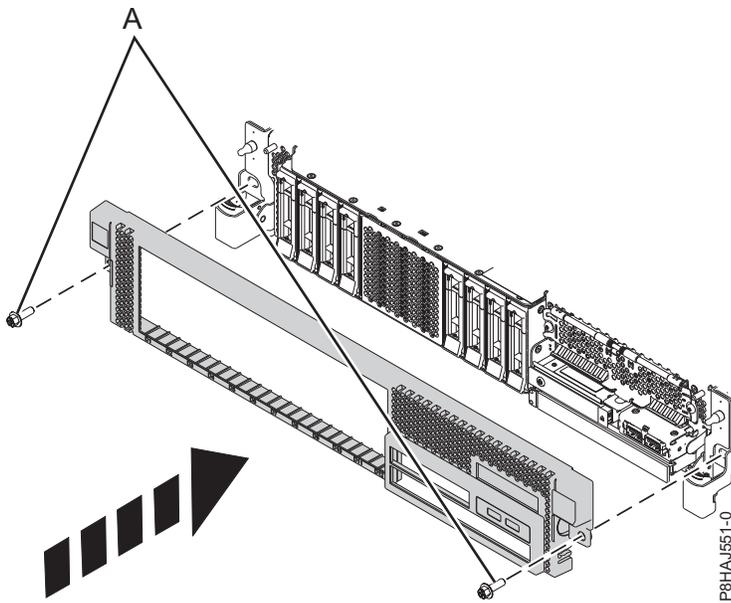

Figura 102. Instalación de la cubierta frontal
3. Cierre los pestillos de liberación empujando en la dirección que se muestra en Figura 102 en la página 134. La cubierta se insertará en su posición y dispone de una hendidura que le permite sujetarla más fácilmente.
4. Sustituya los tornillos de envío (A).